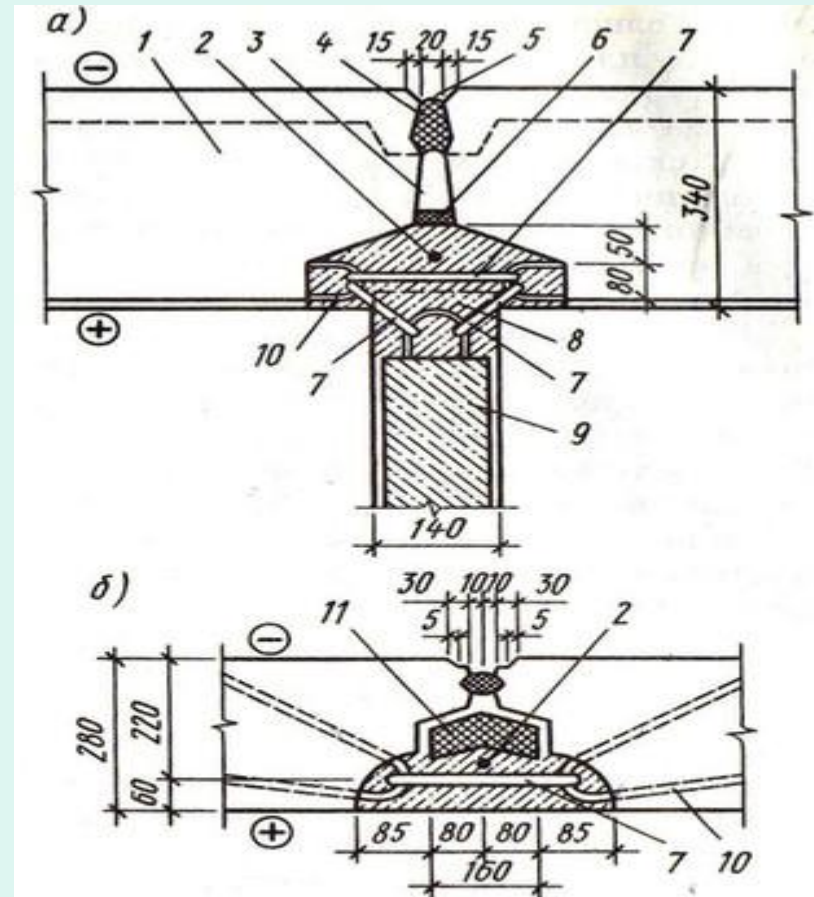

Рис. 11 . Монолитный вертикальный стык:
- Прочность соединения между стыкуемыми элементами обеспечивается замоноличиванием соединяющей стальной арматуры бетоном. На Рис. 11 показан монолитный стык однослойных стеновых панелей с петлевыми выпусками арматуры, соединенными скобами из круглой стали диаметром 12 мм. Между замоноличенной зоной стыка и герметизацией образована вертикальная воздушная полость, которая служит дренажным каналом, отводящим попадающую внутрь шва воду с выпуском ее наружу на уровне цоколя.